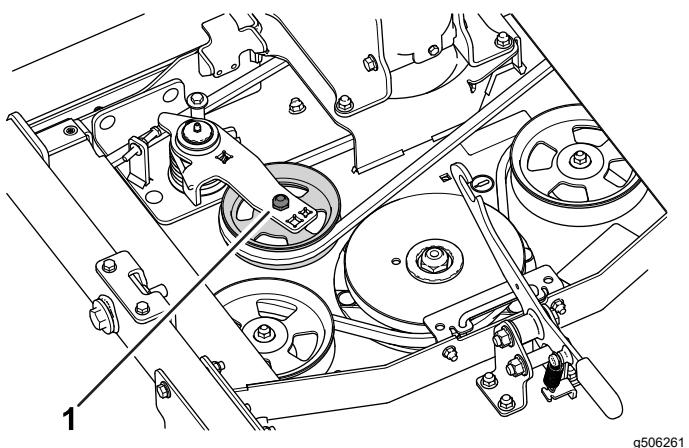

Figura 2
2. Con una chiave per bussole o uno strumento simile, allontanate la puleggia tendicinghia (Figura 2) dalla cinghia di trasmissione per allentare la tensione della cinghia e staccarla dalla puleggia tendicinghia.